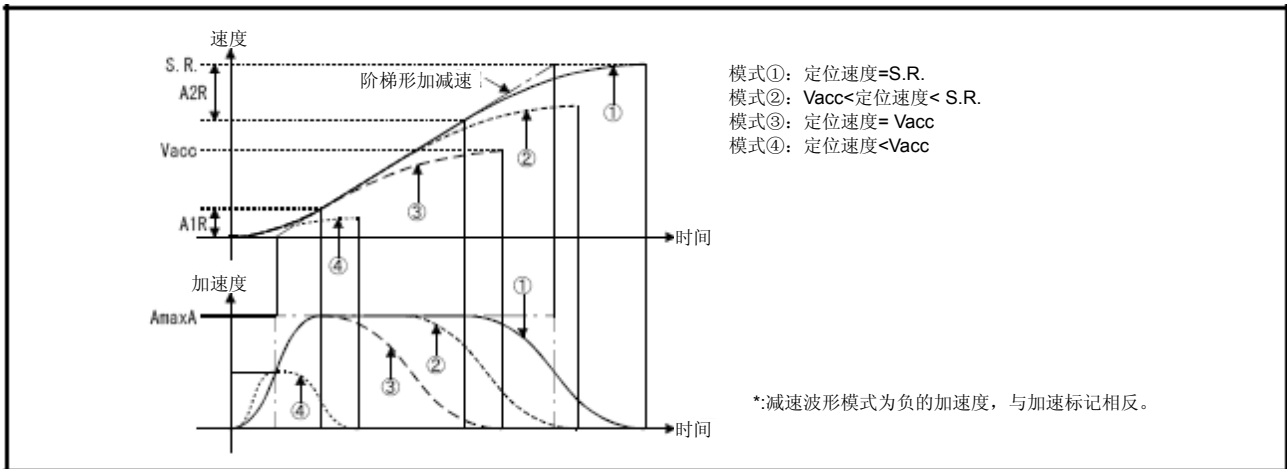

图4.5 加速波形模式
在各个模式(图4.5 ①~④)中, 各定位速度下的实际加速时间/实际减速时间如下所示。
- (2) 当定位速度小于速度限制值时，应按照如下顺序调整加速度。
- 减少最大加速度区间内的时间。（图4.5 模式②，③）
- 减少加速区间1、加速区间2内的最大加速度（纵轴）及加速度增加/减少时间（横轴）值。（图4.5 模式④）
- (3) 设置了高级S形加减速的参数后，相对于参数块设置的加速时间、减速时间，高级S形加减速加速时间及高级S形加减速减速时间将如下所示。